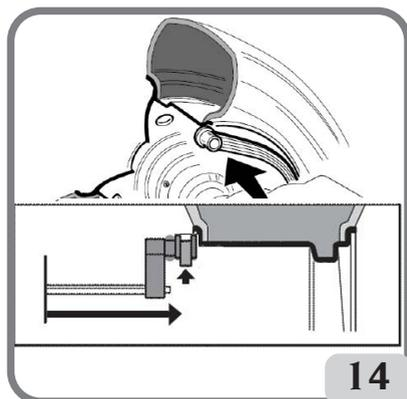
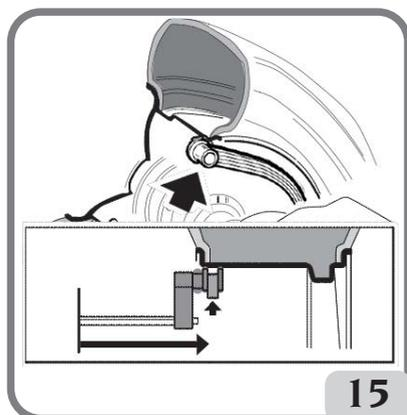

图14:ALU 2P程序类型的轮胎到机器箱体的距离值手动输入
图15:ALU 1P程序, 手动输入轮辋内侧选择粘贴铅块的平面距离数值
- 使用自动测量尺来进行选择在轮辋内侧粘贴铅块的位置。在Alu 1P中，拉尺头夹铅块的中心的位置，被作为铅块中心线作为参考(参看fig15)。Alu 2P指的是轮辋边缘，因为内侧铅块是需要敲的(参看fig14)。
-将测量尺的末端与用于施加内部重量的选定平面保持水平(图15为ALU 1P，图14为ALU 2P)。在Alu 1P中，拉尺头的中心被用作平衡块中心线的参考。在Alu 2P程序中，需要测量轮辋的边缘被作为一个参考，因为内侧平衡块是传统的敲铅块的类型。